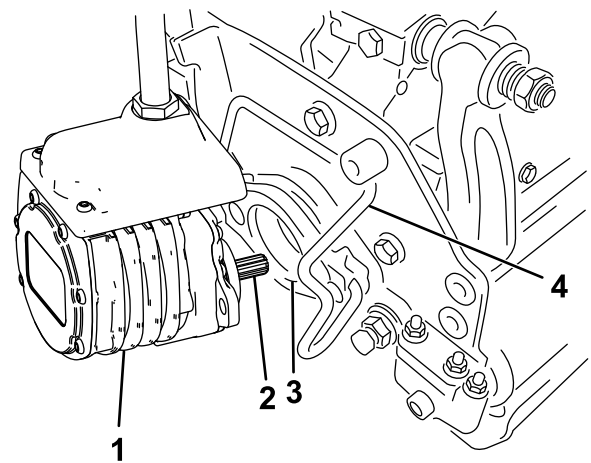

Figura 54
6. Revista o veio estriado do motor da unidade de corte com massa lubrificante limpa (Figura 54).
7. Insira o motor no lado esquerdo da unidade de corte (visto da posição do operador) e empurre a barra de retenção do motor na unidade de corte na direção do motor até ouvir um “clique” de ambos os lados do motor (Figura 54).